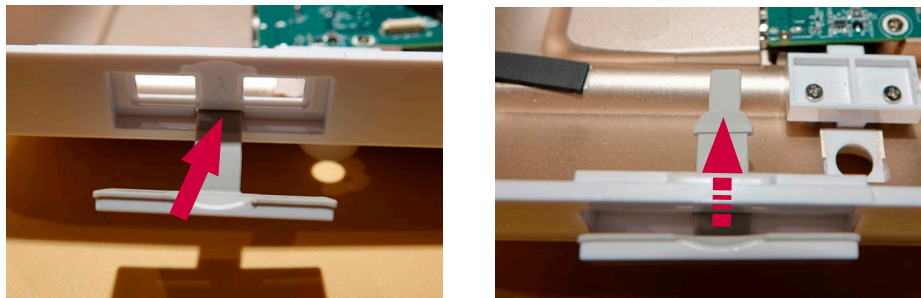

Figura 31 Installare un nuovo coperchio USB
- b) **Inserire il nuovo coperchio USB dall'esterno dell'alloggiamento. Spingere delicatamente il giunto flessibile in posizione con un cacciavite piatto, facendo attenzione a non danneggiare la gomma (Figura 31)**